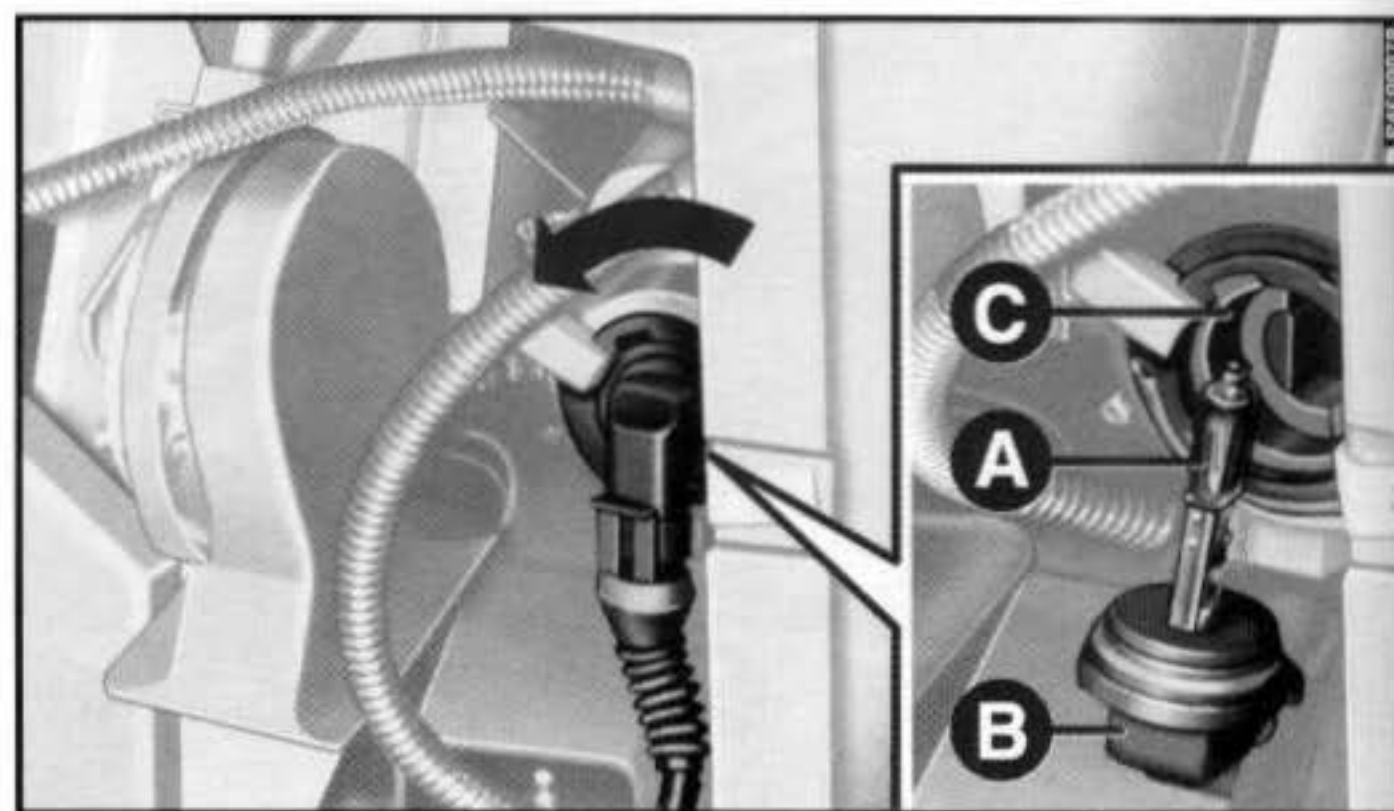

fig. 19
3) Girar em sentido anti-horário o conjunto porta-lâmpada inteiro e soltá-lo de sua sede **fig. 19**.